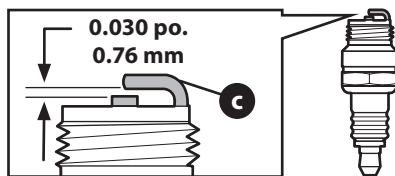

Figure 11
3. Mesurez l'écartement avec une jauge d'épaisseur. Pliez un peu le côté de l'électrode (v) pour ajuster l'écartement (Figure 11). L'écartement doit être de 0,76 mm (0,030 po).